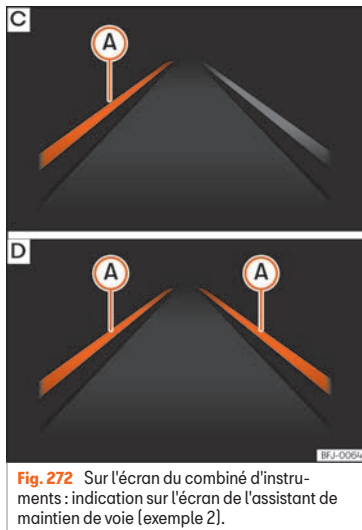

Fig. 272 Sur l'écran du combiné d'instruments : indication sur l'écran de l'assistant de maintien de voie (exemple 2).
- **fig. 272 [C]** : le système est en cours d'utilisation, la ligne en surbrillance **(A)** indique que le véhicule risque de dépasser involontairement la ligne de la voie et que le système agit sur la direction pour corriger la trajectoire.
- **fig. 272 [D]** : les deux lignes en surbrillance **(A)** s'allument en même temps lorsque le système détecte les deux lignes de la voie et que la fonction de guidage adaptatif est activée.